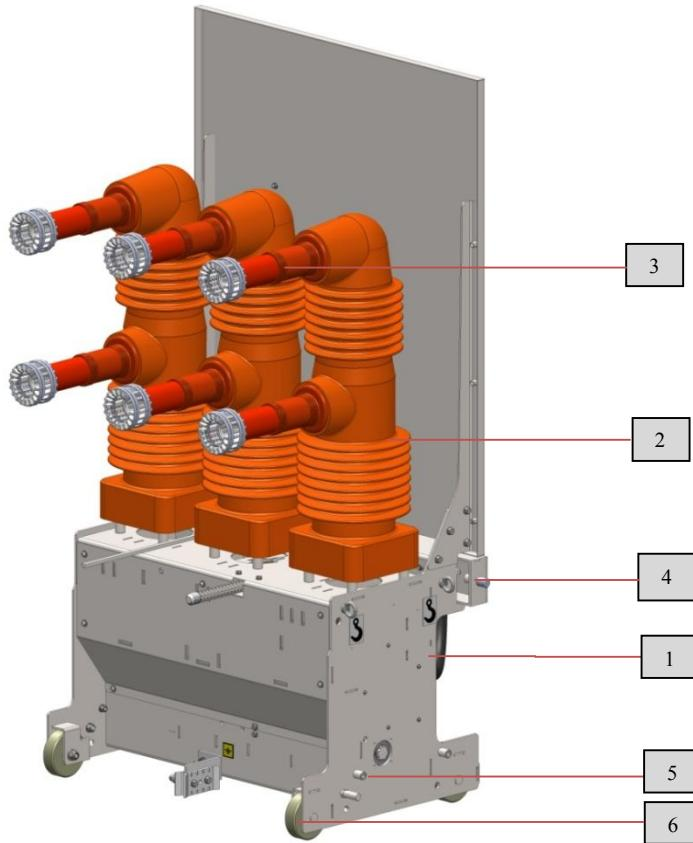

Рис. 1 Общий вид выключателя
1.3.1 Внешний вид и основные конструктивные элементы выключателей показаны на рис. 1.
Корпус выключателя (рис. 1) выполнен при помощи сварки из листового металла с лакокрасочным покрытием, который служит основанием для установки полюсов главной цепи и привода выключателя.